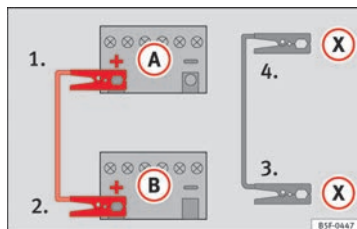

Fig. 177 Esquema de conexión para vehículos con sistema Start Stop.
- En los vehículos con sistema Start-Stop:** emborne un extremo del cable *negro* de emergencia (X) a un terminal de masa adecuado, a una pieza de metal maciza que vaya atornillada al bloque motor o al mismo bloque motor ⇒ fig. 177.
- Emborne el otro extremo del cable *negro* de emergencia (X), en el vehículo con la batería descargada, a una pieza de metal maciza que vaya atornillada al bloque motor o al mismo bloque motor pero lo más alejado posible de la batería (A).